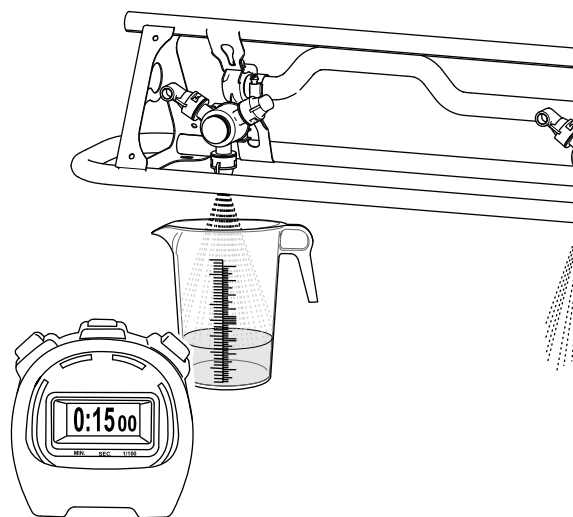

Figura 170
3. Portatevi nella parte posteriore della macchina, posizionate il contenitore di raccolta sotto 1 degli ugelli e avviate il cronometro (Figura 170).